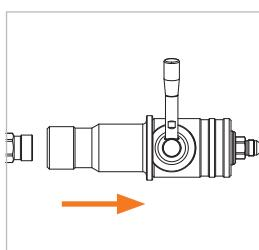

Figure 14
- ▶ Retirez soigneusement le réceptacle de service WEH® et en ligne droite du nozzle de ravitaillement (*Figure 14*).